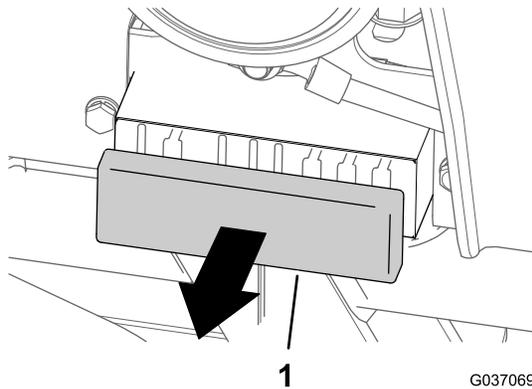

Bild 24
1. Entfernen Sie die Sicherungskastenabdeckung (Bild 24).